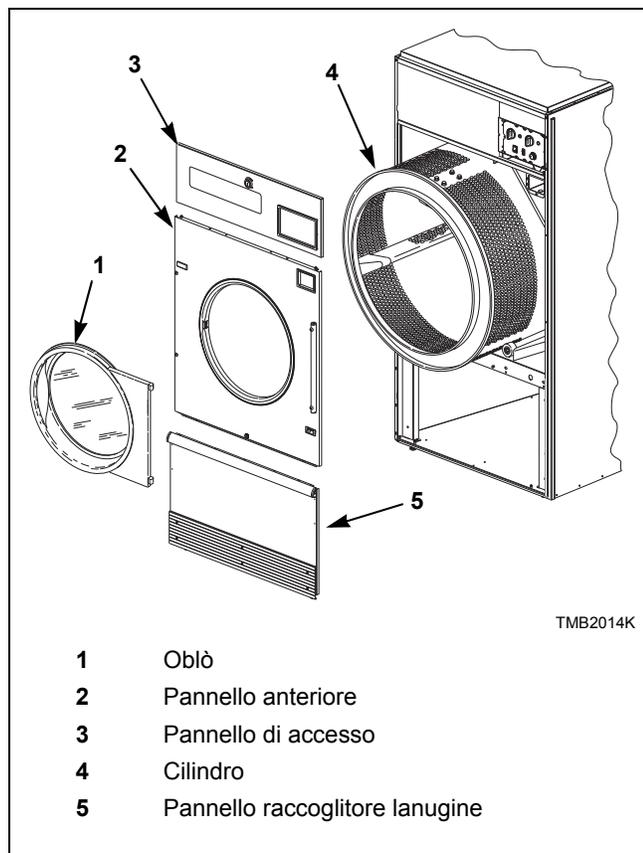

Figura 7
1. Rimuovere lo sportello di caricamento, il pannello di accesso, il pannello anteriore e il pannello del raccogliore di lanugine. Consultare la *Figura 7*.
5. Tirare il cilindro attraverso la parte anteriore dell'asciugatrice. Consultare la *Figura 7*.